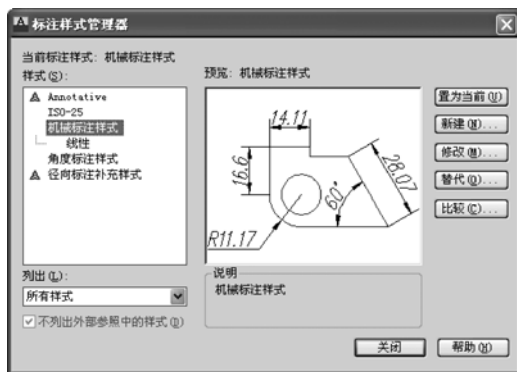

图 1-31 创建径向标注补充样式
2. 单击“确定”按钮，返回到“标注样式管理器”对话框，在样式列表框中显示出“样式替代”。选中“样式替代”使其亮显，单击鼠标右键，弹出尺寸替换样式快捷菜单后选择“重命名”选项，将“样式替代”重新命名为“径向标注补充样式”，该样式和原有的标注样式并列显示在样式列表框中，如图 1-31 所示。